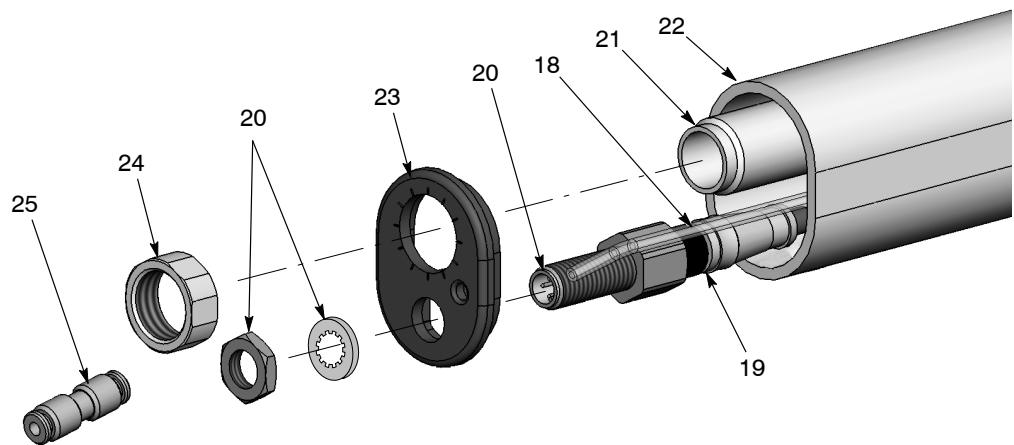

图 17 管座喷枪拆卸 (1/5)
2. 请参见图 17。将接头 (25) 与 4 mm 透明空气管 (18) 断开。
3. 将喷枪电缆 (未显示) 与电缆插座 (20) 断开。
4. 从固定管 (21) 上拧下固定管螺母 (24)。
5. 从电缆插座 (20) 上拆下螺母和止动垫圈。保存好螺母和止动垫圈以便重复使用。
6. 将端盖 (23) 从喷枪末端拉出。
9. 请参见图 17。将延长电缆 (19) 连接到端盖 (23) 中的插座 (20)。
11. 将端盖安装在安装管上，并将固定管 (21) 和 4 mm 透明管 (18) 穿过端盖。
12. 使用止动垫圈和螺母将电缆插座 (20) 固定到端盖上。
13. 将固定管螺母 (24) 拧到固定管上，并将其拧紧。
14. 将接头 (25) 安装到 4 mm 透明管上。